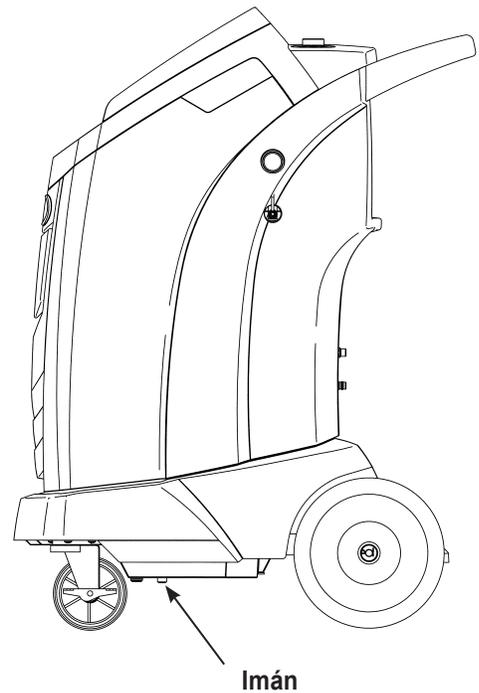

Figura 9
1. Consulte la Figura 9, y verifique que el imán en la parte inferior de la máquina esté limpio.